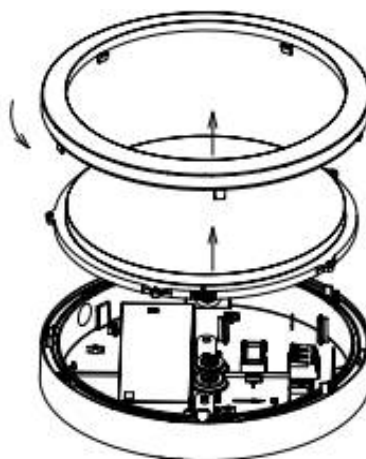

Рисунок 3- Установка светильника серии ДБО96
5.3 Снимите обечайку, вращая против часовой стрелки. Отделите обечайку и рассеиватель от корпуса (рисунок 3)